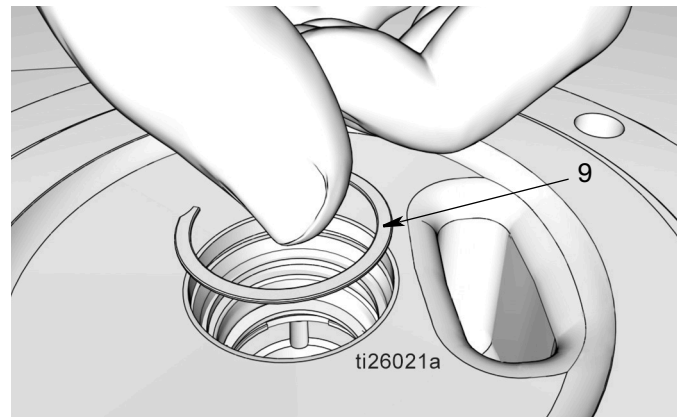

FIG. 39
- j. Coloque el clip (9) (FIG. 39). Deberá percibir un “clic” cuando se asienta correctamente el clip de retención en la ranura.